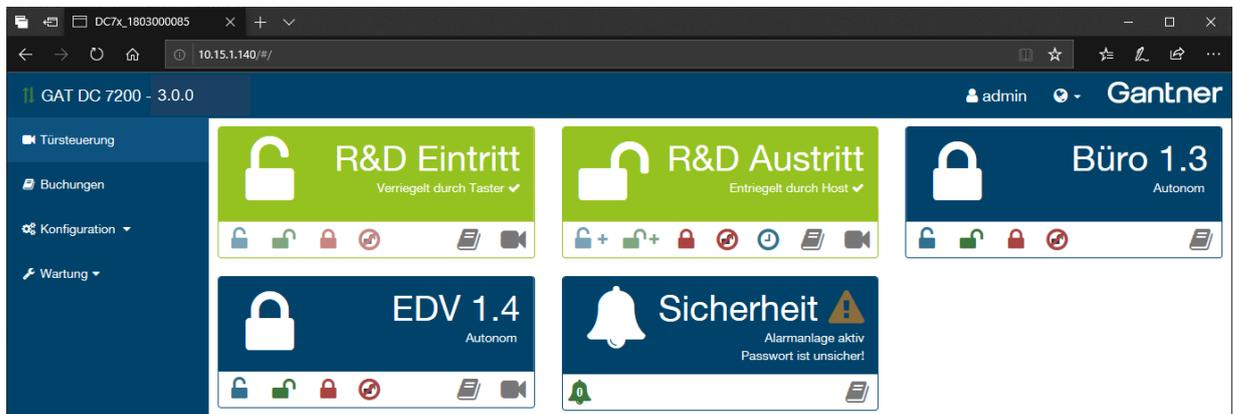

Bild 6.11 – Konfiguration des GAT DC 7200 – Hauptfenster Web-Oberfläche
- Das Hauptfenster mit dem Live View der Türen wird in der Web-Oberfläche geöffnet (siehe Bild 6.11). Weitere Web-Interface Funktionen können über das Menü links aufgerufen werden.